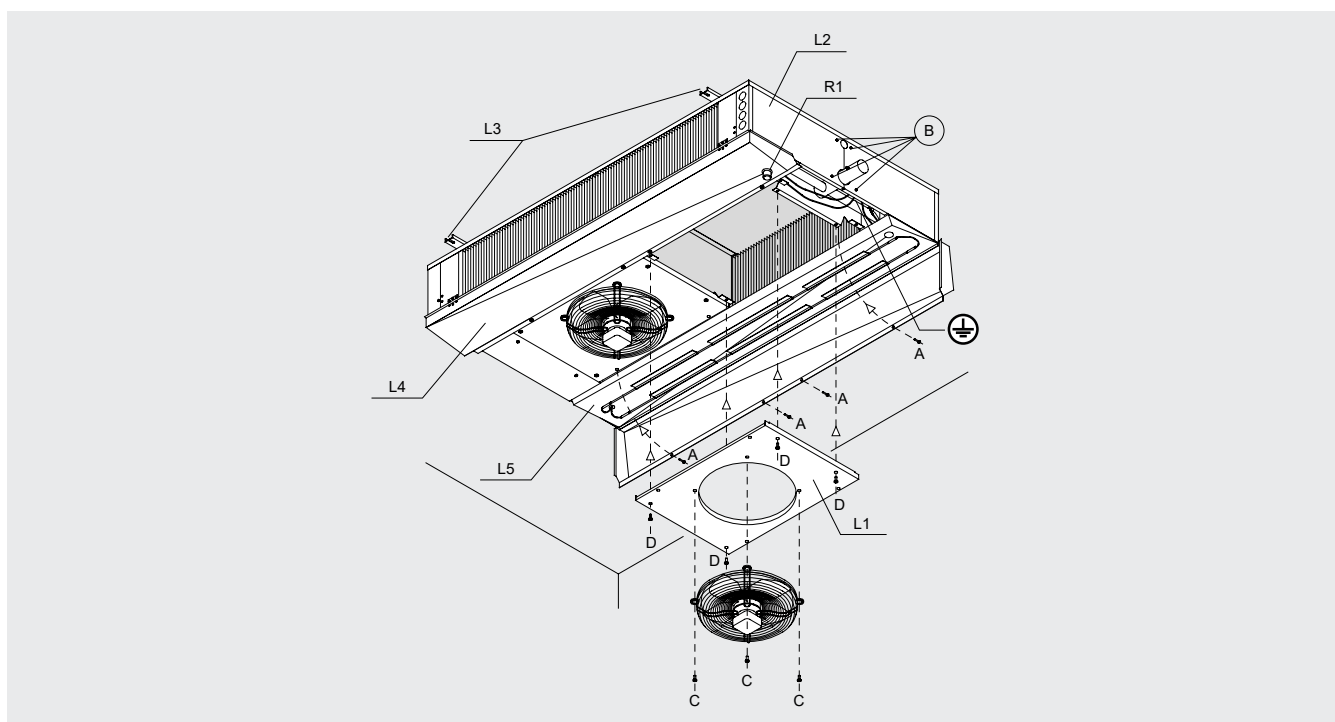

Figura 7
- 8.9 Desenroscar los pomos de fijación A para abrir la bandeja L4, llevandola hasta la posición representada en la "Figura 7".